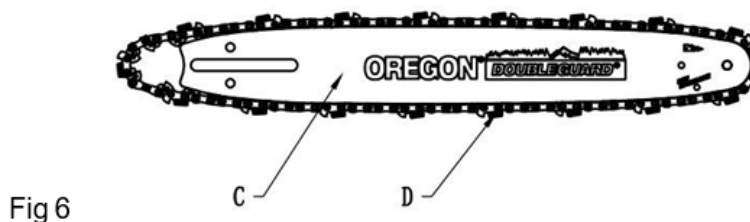

Fig 6
3. Montieren Sie die Kette (D) und die Schiene (C) wie in Abb. 6 gezeigt. (Achten Sie darauf, dass die Zähne in die richtige Richtung zeigen.)